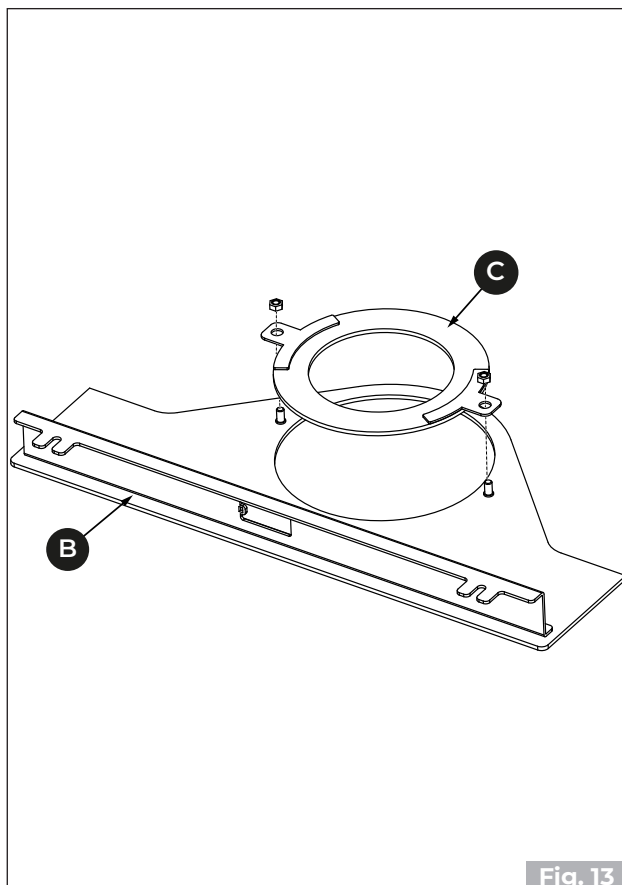

Fig. 13
- Tournez le plan **(B)** et retirez le support **(C)** lorsque des tuyaux concentriques sont prévus .**(Fig. 13)**